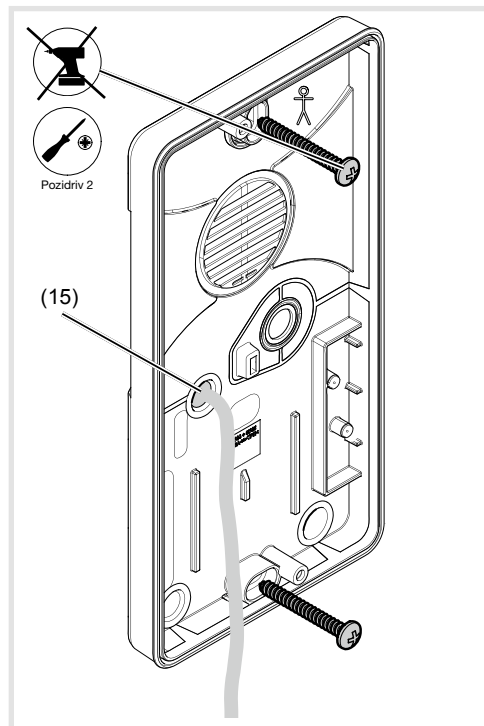

Figura 6: Fissaggio della base
- Con un oggetto appuntito (punta, vite, filo di rame rigido), effettuare nella membrana il foro necessario (15) per permettere il passaggio del cavo (figura 6).
- Posizionare il supporto di fissaggio sul muro per determinare i 2 punti di fissaggio (figura 6).